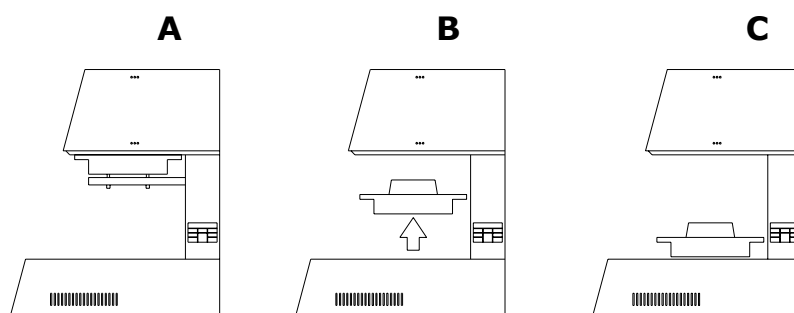
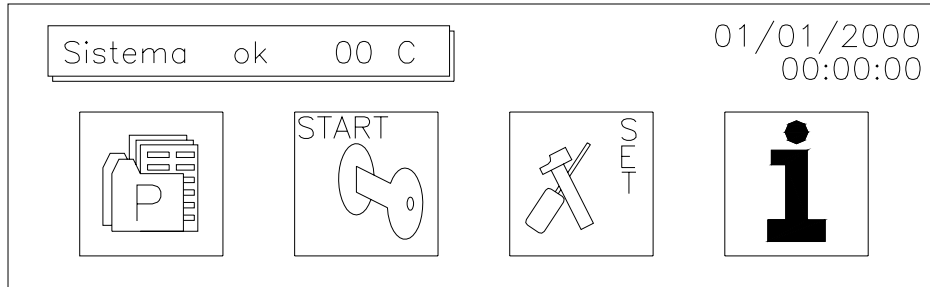
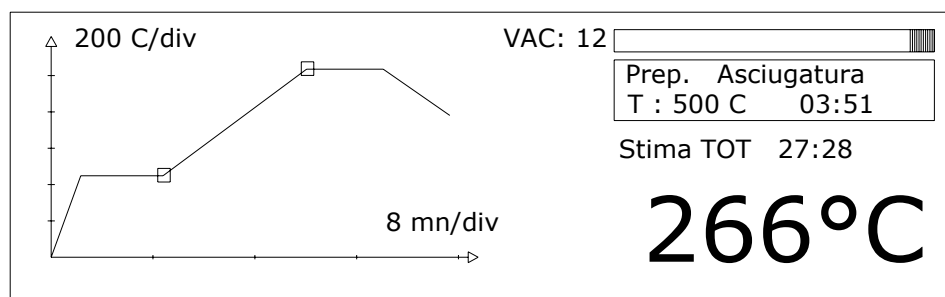

FIG.4
FIG 5
FIG 11
3.2 - Apertura e chiusura della Camera (FIG.4)
Nel forno "ZEUS 4 PLUS" l'apertura e la chiusura della camera si ottengono abbassando e alzando il piattello (FIG 4 B). In FIG 4 si possono vedere le posizioni : A (forno chiuso), C (Forno totalmente aperto), Quando il forno non sta eseguendo un programma di cottura, per aprire la camera premere il tasto 5 FB. Il piattello si sposta verso il basso e si ferma al suo punto limite inferiore. Per alzare il piattello premere il tasto 6 FA. Per fermare il piattello durante il suo movimento, premere nuovamente uno dei 2 tasto FA o FB.
Dopo aver acceso il forno coll'interruttore generale posta sul retro, il piattello scende lentamente fino alla posizione C (Fig. 4) e sul display appare e si stabilizza il marchio SIRIO. Premere il tasto EN ed appare la seguente videata (FIG 5) che in seguito chiameremo MENU PRINCIPALE.
Dal MENU PRINCIPALE di FIG. 5, ruotare l'Encoder EN verso sinistra e posizionarsi sulla cartella P (Programmi) ed entrare premendo EN : appare la seguente schermata:
Nel MSelezionare ruotando EN la cartella START (FIG. 5)
Premere START/STOP: Il forno inizia ad eseguire il programma selezionato ponendosi nella posizione B di Fig.4 ed elevando la Temperatura della camera fino alla Temperatura di Asciugatura TA. Raggiunta la TA inizierà la procedura di innalzamento del piattello e di chiusura della camera. La chiusura verrà completata nel tempo impostato alla funzione F2 (tempo di asciugatura). Il forno eseguirà poi tutte le operazioni previste nel programma fino alla fine. Durante l'esecuzione del programma sul display viene rappresentato il ciclo eseguito in un diagramma T-t (Temperatura – tempo: Temperatura in °C in verticale, tempo espresso in minuti in orizzontale) come si vede dalla seguente fig. 11.
Posizionando il cursore sulla cartella "SET" di FIG. 5 appare la seguente videata: